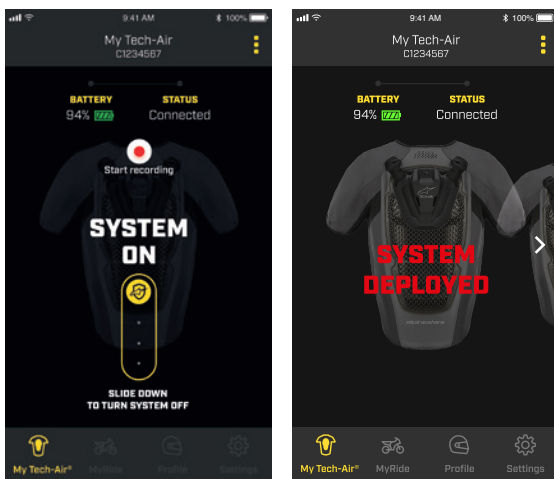

Imagen 12
La Aplicación proporciona información sobre el modo operativo actual del Sistema y comprueba si está funcionando correctamente o no. La señal «Sistema encendido» que se exhibe en la pantalla sugiere que la Revisión del Sistema se ha realizado exitosamente y que el Sistema se encuentra activo. Durante la conducción, el modo «Sistema encendido» está activo y por consiguiente y por razones de seguridad, el usuario no podrá acceder a la mayoría de las funciones de la Aplicación. En caso de que el usuario necesite desactivar el Sistema, por ejemplo durante un paseo fuera de la carretera sobre un camino escabroso, el Sistema puede apagarse si se desliza el icono de la Aplicación (como se muestra en la Imagen 12). Para reactivar, abra y cierre la solapa frontal (2).